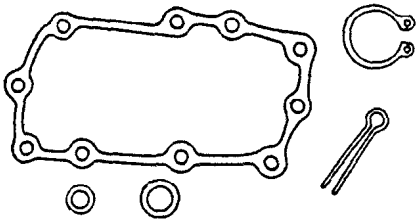

图 1-1
1. 垫片、油封、夹环、开口销等部件经拆开分解后,必须更换新品,见图 1-1。